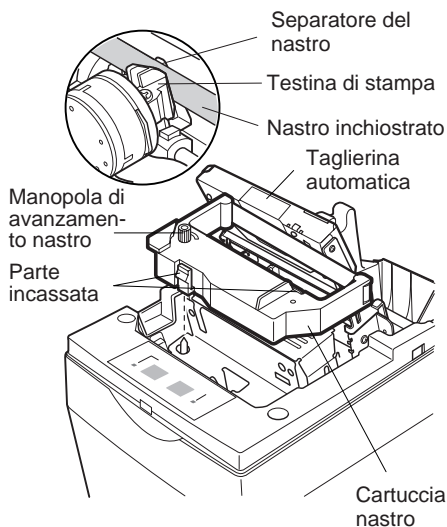
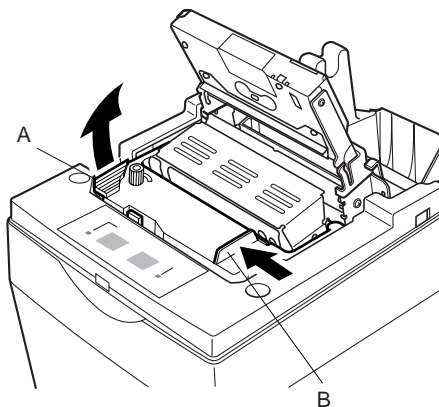

Fig. 6-10 Inserimento della cartuccia nastro
Fig. 6-11 Rimuovere la cartuccia del nastro
- ④ Inserire la cartuccia nastro nella direzione mostrata nella Fig. 6-10 e premerla in basso per caricarla. Se il caricamento della cartuccia nastro non è soddisfacente, premere in basso la cartuccia nastro girando la manopola di avanzamento nastro in direzione della freccia.
- ⑤ Girare la manopola di avanzamento nastro della cartuccia nastro in direzione della freccia per eliminare l'allentamento del nastro.
- ⑥ Chiudere la taglierina automatica.
- ⑦ Montare il coperchio con il procedimento inverso a quanto descritto al punto ② sopra.
- ⑧ Quando si rimuove la cartuccia nastro, sollevare la parte A e quindi rimuovere la cartuccia tenendo la parte B come mostrato nella Fig. 6-11.